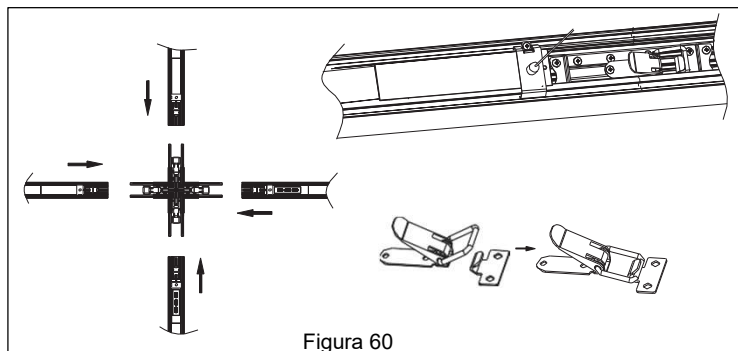

Figura 60
5. Inserta el conector en X en las lámparas y tira de la hebilla de bloqueo para conectar las lámparas. **Ver Figura 60.**